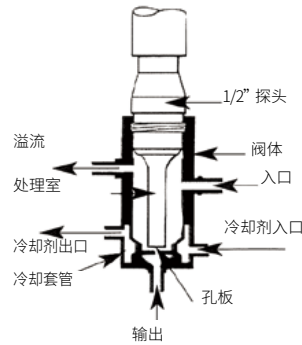

图 1
3. 将连续流量配件固定到适当的支架上，并使用内径为 0.25" [6.35 mm] 的软管连接入/出口，详情如图 1、2 和 3 所示。